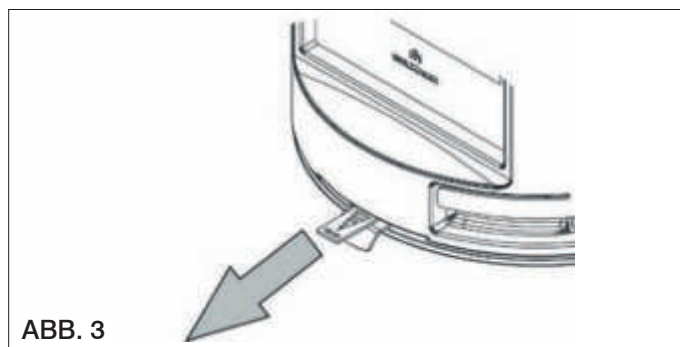

ABB. 3
- Position "Zündung"/Höchste Leistung (Bild 3)